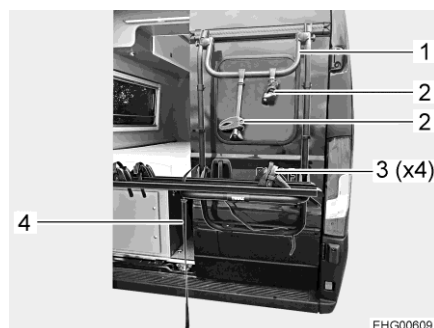

Bild 3 Cykelställ
- Öppna förslutningsremmar (Bild 3,4).
- Placera cykeln på skenan och fäst den på bygel (Bild 3,1) med fästramen (Bild 3,2).
- Fäst fram- och bakhjulen på cykeln på hjulskenan med ett spännband (Bild 3,3).
- Stäng förslutningsremmar (Bild 3,4).